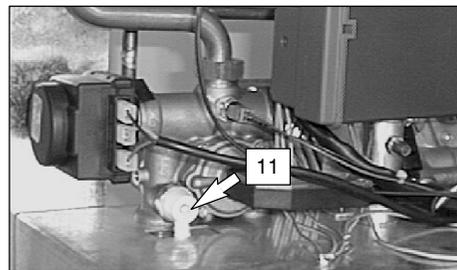

fig. 4.3
10 Aprire lentamente il rubinetto di riempimento (36 in fig. 4.5) del circuito di riscaldamento e chiudere il rubinetto di sfiato manuale (11 in fig. 4.3) quando da quest'ultimo inizia ad uscire acqua..
- 7 Allentare il rubinetto di sfiato manuale (11 in fig. 4.3).